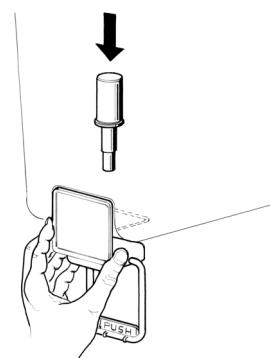

figure 6
- 3 **Robinet en inox à gravité:** monter le levier de débit robinet et enfiler le piston avec son joint (voir figure 6).